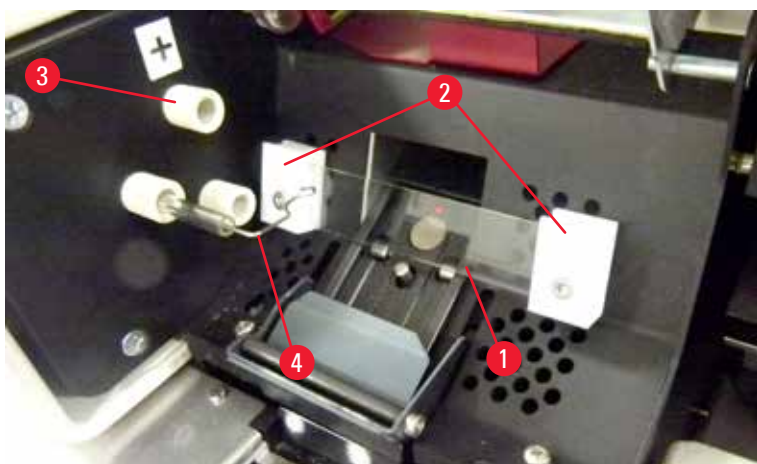

Fig. 17
5. Se till att kontaktfjädringen (→ "Fig. 16-2")/(→ "Fig. 17-4") är borttagen från lampans tändtråd (→ "Fig. 18-1") (Se även (→ "Fig. 17").